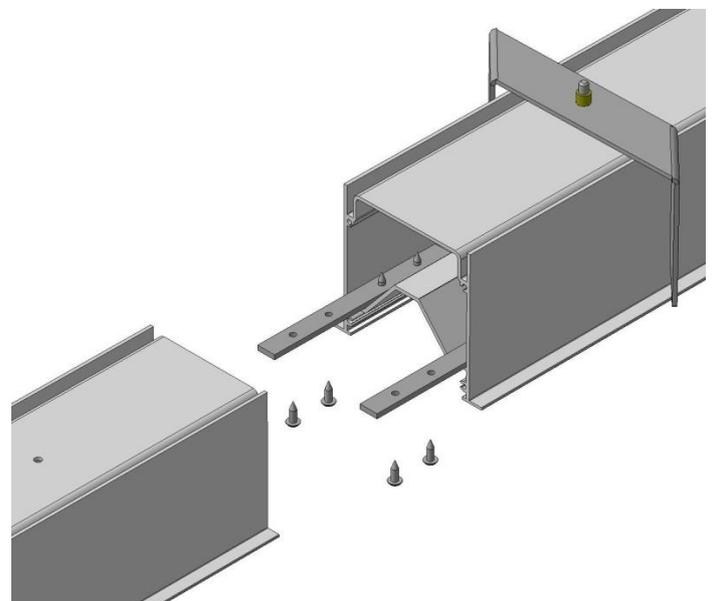

Рис.6
3. Деталь Св-3 поднять до ниши потолка из ГКЛ. Соединить клеммные колодки (разъемы) Св-2 и Св-3, вставить деталь Св-3 в нишу потолка из ГКЛ, соединить детали Св-2 и Св-3 (Рис.6), затянуть саморезы на соединительных стыковых планках. Внутри светильника поочередно нажать на винты крепления поворотной скобы для встраивания в ГКЛ и закрутить их по часовой стрелке (Рис.4) до прижатия светильника к нише потолка (Рис.1).